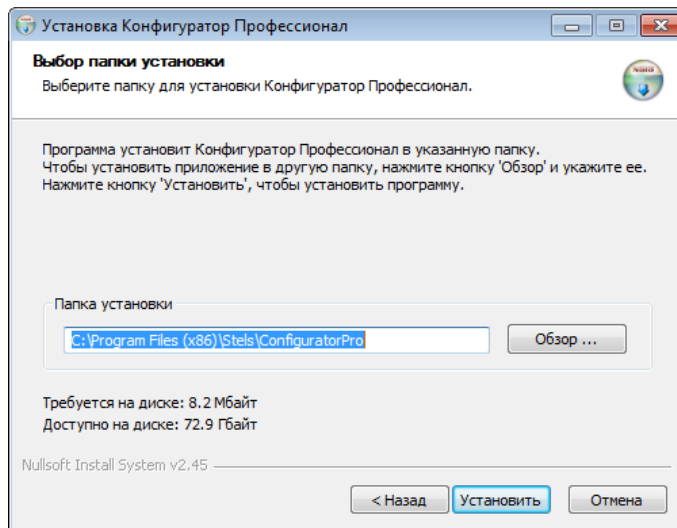

Рисунок 3.2 — Окно Выбор папки установки
5. В следующем окне укажите папку установки и нажмите кнопку **Установить** (см. рисунок 3.2).